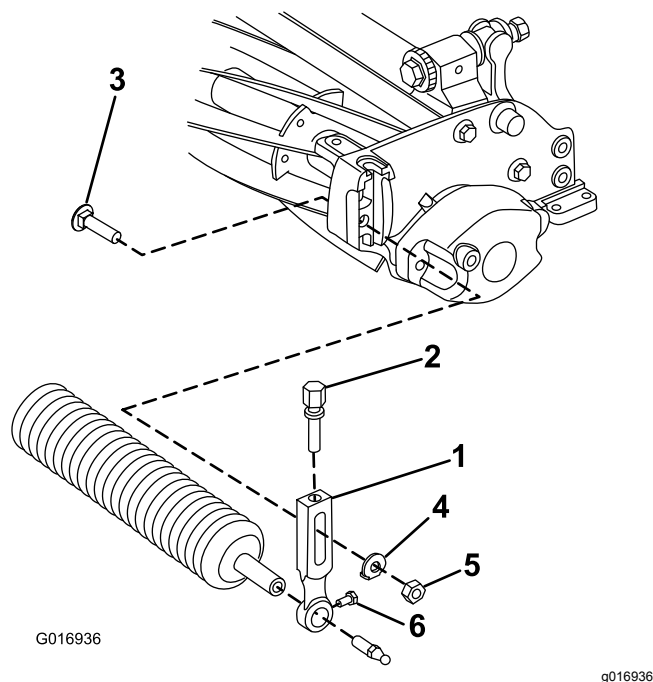

Рисунок 3
1. Снимите несущий болт, шайбу и гайку с буртиком, которые крепят один из рычагов высоты скашивания к боковой плите режущего блока (**Рисунок 3**).